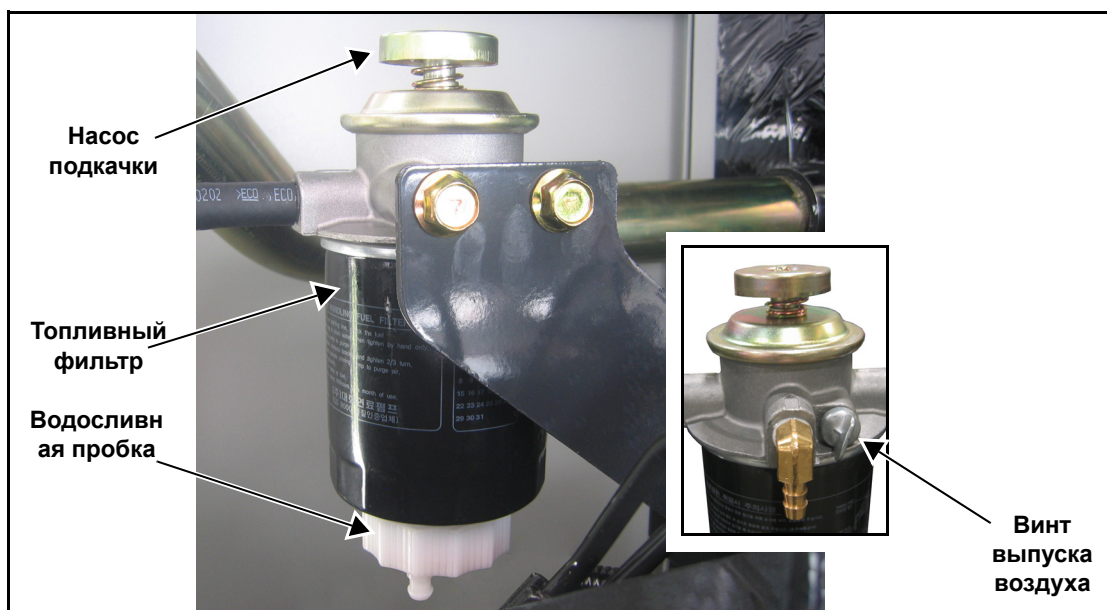

Рисунок 5-18. Заправка топливной системы
1. Медленно открутите водосливную пробку. См. Рисунок 5-18.